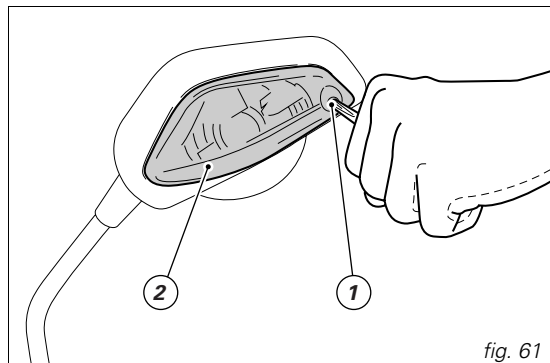

fig. 61
Per sostituire la lampada, svitare la vite (1) e rimuovere la lente (2) dell'indicatore dal corpo specchio retrovisore (fig. 61).